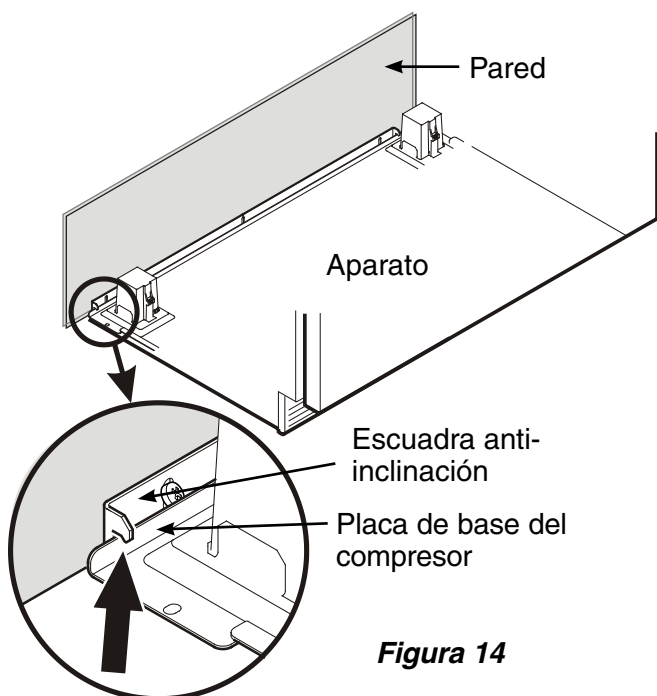

Figura 14
- Empuje el aparato lentamente hacia la pared trasera hasta que la placa de base del compresor haga contacto con la escuadra anti-inclinación (**Figura 14**).
Para evitar que el aparato se incline hacia adelante la placa de base del compresor debe estar en contacto con la escuadra anti-inclinación (**Figura 14**).